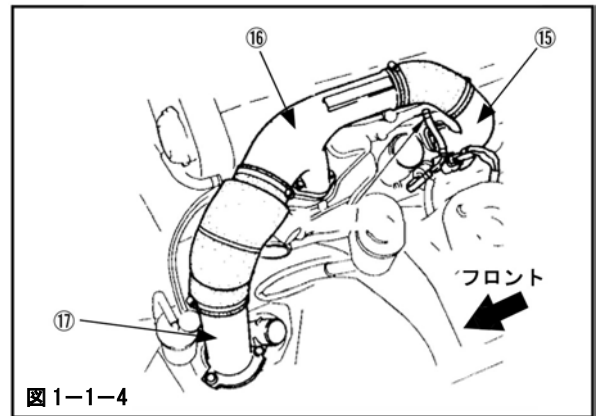

図 1-1-4
(9) ⑮～⑰を取外してください。(図 1-1-4)
⑮ : リアターボチャージャアウトレットチューブ
⑯ : フロントターボチャージャ Assy アウトレット